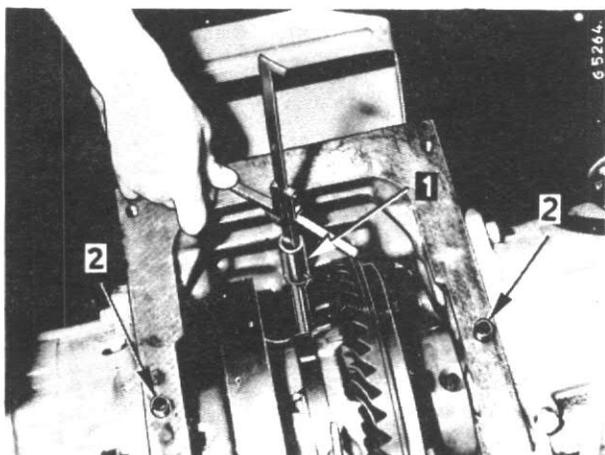
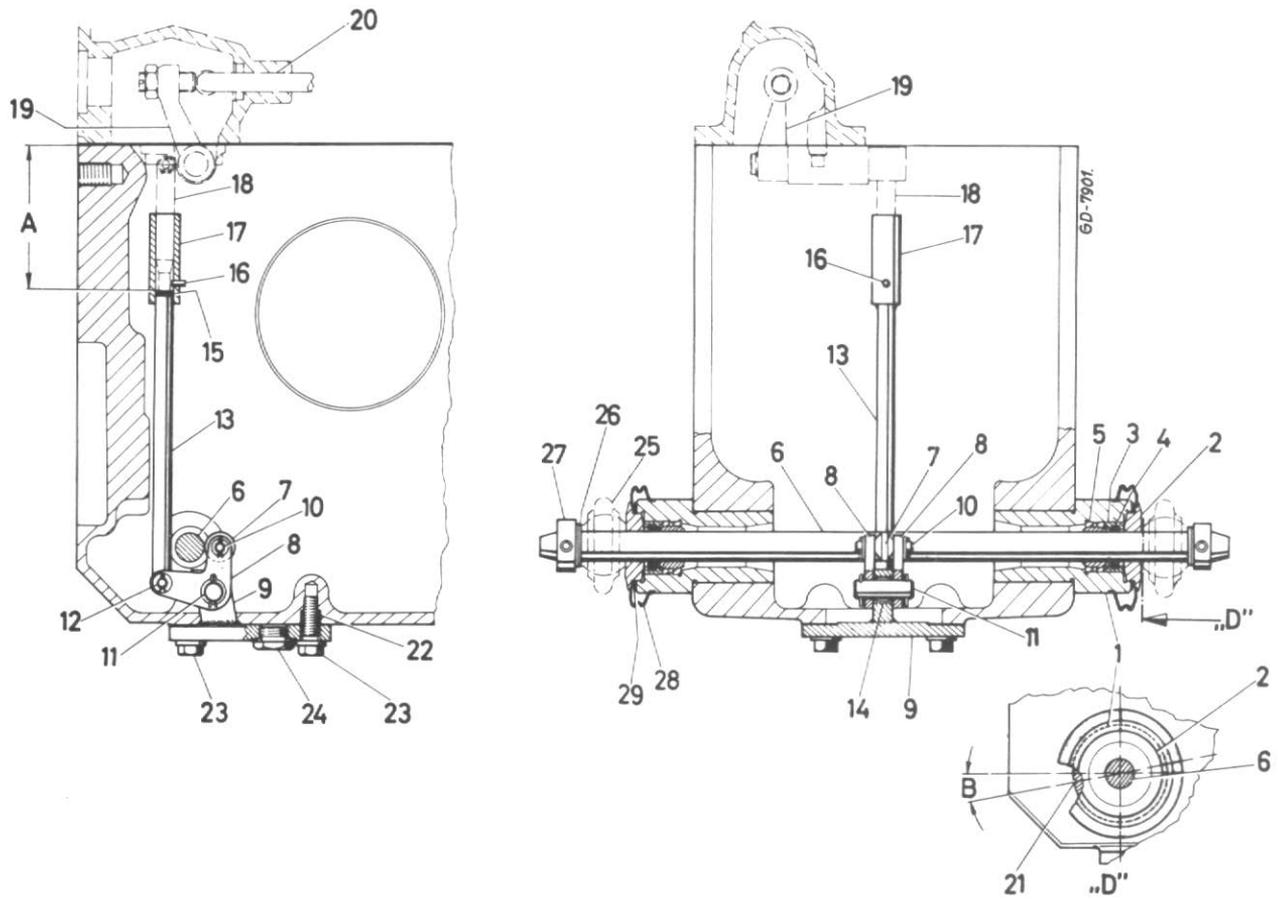

Fig. 62
Fig. 66
Distance (A, Fig. 66)
Lorsque vous mesurez comme indiqué Fig. 62, les bras inférieurs doivent être enlevés pour libérer la barre de flexion, c'est-à-dire que cette dernière doit être en position neutre. Assurez-vous que le galet (7, Fig. 66) contacte la barre de flexion sans jeu.
Mesurez la distance (A) de la surface d'étanchéité du carter de pont arrière à la surface de contact dans le manchon-guide (Fig. 62). Si nécessaire, réglez la distance (A, Fig. 66) à l'aide de cales (15).
Mesure de la distance (A, Fig. 66)
Après avoir réglé les distance (B, Fig. 40 et A, Fig. 66), procédez comme suit :
Le palier et l'ensemble des joints (2 à 5, Fig. 66) ainsi que la barre de flexion (6) peuvent être remplacés sans déposer le carter de relevage.
Avant de déposer le support de palier (1, Fig. 66) il est nécessaire d'enlever le couvercle inférieur avec le mécanisme et carter de relevage.